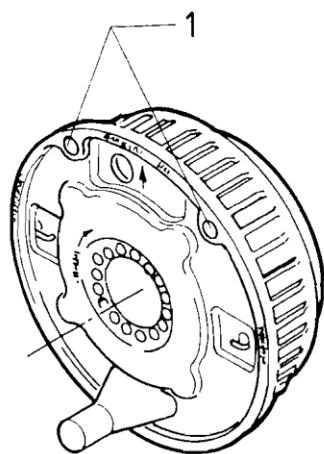

Bild 2
For hver 10.000 km eller 12 måneder skal sliddet på bremsebelæggningerne kontrolleres via inspektionsabningen (fig. 2/pos. 1). Om nødvendigt justeres bremserne. Bremserne på påhængsvognen slides hurtigere ved konstant bjergkørsel. På erhvervsmæssigt benyttede påhængsvogne kan det være påkrævet med hyppigere justering af bremserne.
tionsabningen (fig. 2/pos. 1). Om nødvendigt justeres bremserne. Bremserne på påhængsvognen slides hurtigere ved konstant bjergkørsel. På erhvervsmæssigt benyttede påhængsvogne kan det være påkrævet med hyppigere justering af bremserne.